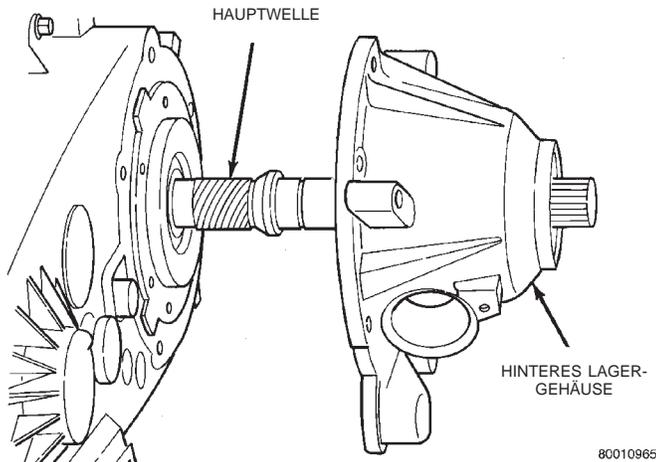
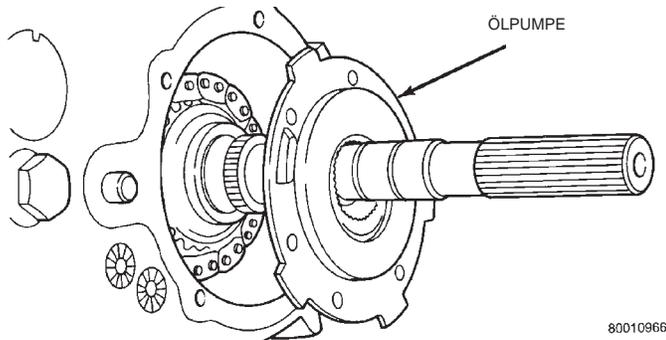

Abb. 12 Hinteres Lagergehäuse abbauen
Abb. 13 Ölpumpe ausbauen
(9) Das hintere Lagergehäuse durch Schläge mit einem Leder- oder Gummihammer lockern, damit die Dichtmittelnahrt an der Trennfuge aufreißt.
(10) Anschließend das Lagergehäuse vom Verteilergetriebe abbauen (Abb. 12).
(11) Den Sicherungsring entfernen, der die Ölpumpe auf der Abtriebswelle fixiert.
(12) Die Ansaugleitung von der Ölpumpe abbauen und die Ölpumpe ausbauen. Die Ölpumpe neigen, eine Seite der Ölpumpe unter der hinteren Gehäusehälfte des Verteilergetriebes hervorziehen und die Pumpe ausbauen (Abb. 13).